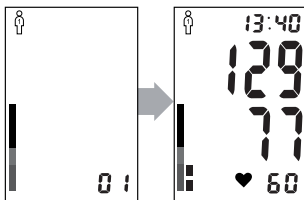

Рис.18
3. Просмотреть содержимое памяти прибора Вы можете, нажав кнопку MEM1 или MEM2. При первом нажатии кнопки MEM1 (или MEM2) на экране появится среднее значение 3-х последних измерений сохраненных в память MEM1 (или MEM2), обозначенная символом «Я» (рис. 17). При повторном нажатии кнопки MEM1 (или MEM2) на экране появится индикатор выбранной памяти MEM1 «Я» (или MEM2 «И») и номер ячейки памяти, а через 1 секунду отображается ее содержимое (рис. 18).